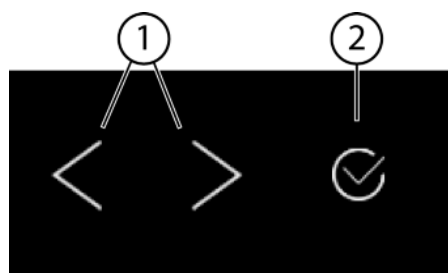
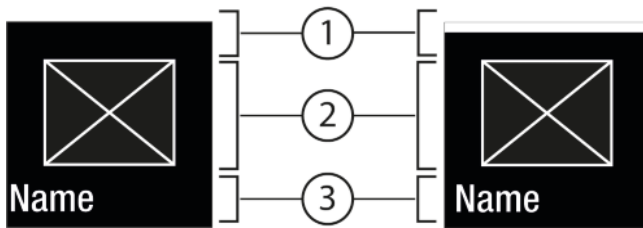
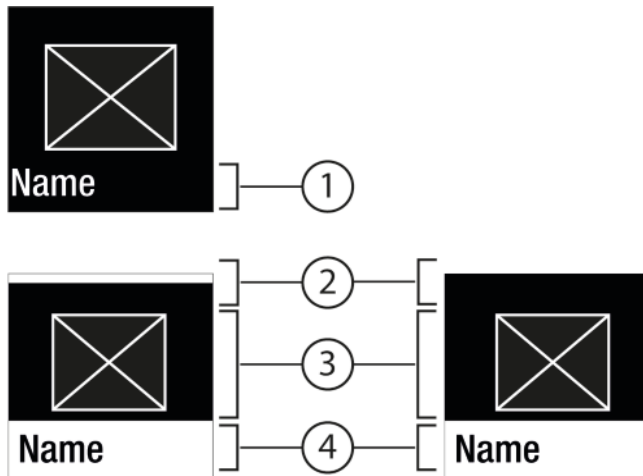

Fig. 5
Fig. 6
Fig. 7
- (1) Навігаційна стрілка ліворуч/праворуч (2) Підтвердити
Навігаційна стрілка ліворуч/праворуч: Fig. 5 (1):
Підтвердження Fig. 5 (2):
- Переходити навігаційною стрілкою ліворуч/праворуч Fig. 5 (1).
- Через Підтвердити Fig. 5 (2) функцію / налаштування активувати Fig. 6 (1) / деактивувати Fig. 6 (1).
- Натиснувши Підтвердити Fig. 5 (2) викликати підменю Fig. 7 (4).
- Налаштувати нове значення: Натиснувши Підтвердити Fig. 5 (2) вибрати деактивоване значення Fig. 6 (1).
- Назад в меню: Натиснувши Підтвердити Fig. 5 (2) вибрати вже активоване значення Fig. 6 (2).
► Натискайте навігаційні стрілки Fig. 5 (1) до появи функції.
► Натисніть Підтвердити Fig. 5 (2).
- ▶ Натискайте навігаційні стрілки Fig. 5 (1) до появи функції.
- ▶ Натисніть Підтвердити Fig. 5 (2).
- ▶ Навігаційною стрілкою Fig. 5 (1) вибрати значення налаштування.
- ▷ Статус: активовано Fig. 6 (1) з'являється скоро в підменю Fig. 7 (4).
- ▶ Натискайте навігаційні стрілки Fig. 5 (1) до появи налаштувань .
- ▶ Натискайте навігаційні стрілки Fig. 5 (1) до появи потрібного налаштування.